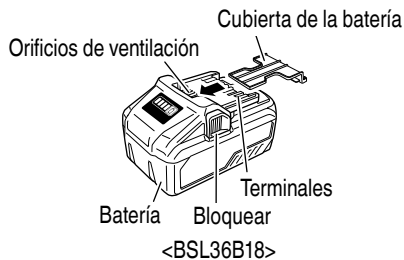

Fig. 6
- Instale el paquete de baterías en la herramienta eléctrica o almacénelo presionando la tapa de baterías hasta que se oculten los orificios de ventilación para evitar cortacircuitos (Ver Fig. 6).